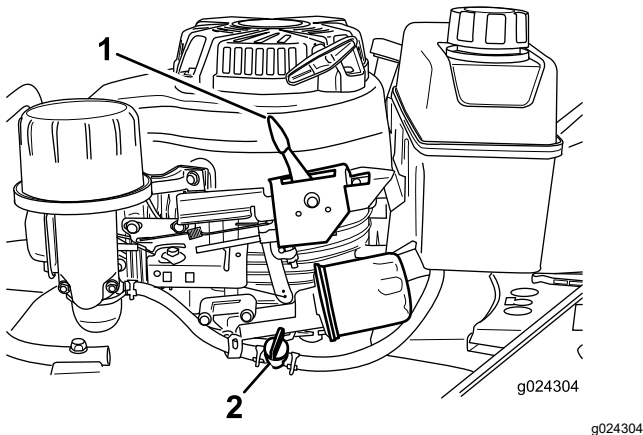

Figure 15
2. Ouvrez le robinet d'arrivée de carburant en déplaçant le levier vers la **droite** (Figure 15).
Relâchez la barre de commande de la lame et placez la commande d'accélérateur (Figure 15) en position ARRÊT.
Remarque: Fermez le robinet d'arrivée de carburant (Figure 15) si vous ne prévoyez pas de démarrer le moteur peu après.